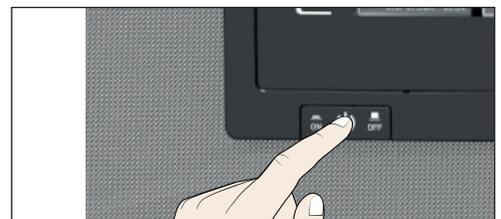

Abb. 19 Gerät ausschalten
- Gerät am Hauptschalter ausschalten (Abb. 19).